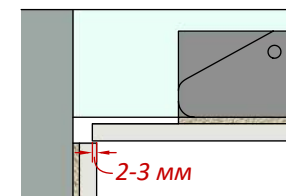
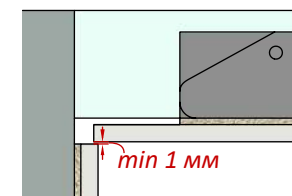

Рис. 6 (вид сверху)
Рис. 7 (вид сверху)
2) Плитка на створке люка со стороны петель должна прятаться за плитку на перпендикулярной стене на 2-3 мм (Рис.6). Нельзя доводить плитку на створке люка до черновой стены, т.к. при попытке открыть створку, плитка упрётся в черновую стену и не позволит открыть люк. Расстояние между плиткой на люке и плиткой на перпендикулярной стене не менее 1 мм (Рис.7).